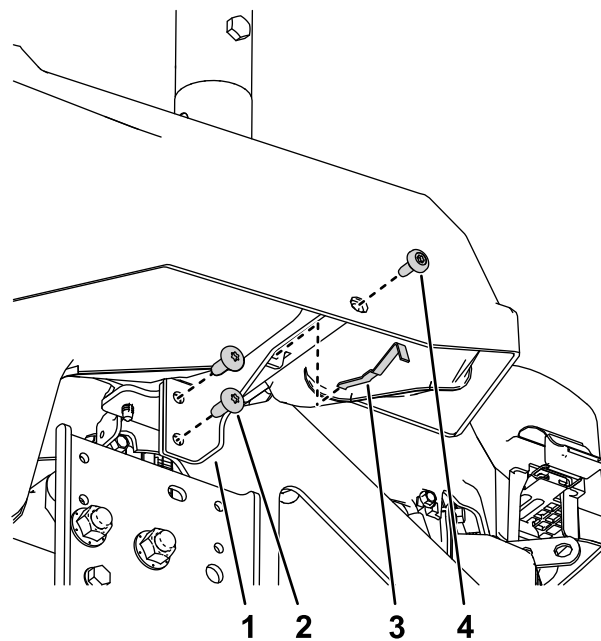

図 9
3. 左ポッドブラケットを機体フレームに取り付ける **タップねじ5/16 x 3/4"** 2本と**1 マシンの準備を行う (ページ 3)**で取り外した部品を使用して**図 9**のように取り付ける。